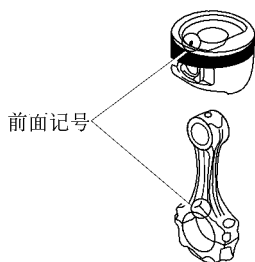

图 1-135 将另一个新弹簧卡环装入销孔另一侧
③ 将螺钉旋具的头部插入活塞销孔边缘上的缺口中，并向下推弹簧卡环将其装入。
3) 将活塞上的凹口与连杆上的记号对准，用大拇指推入活塞销，将另一个新弹簧卡环装入销孔另一侧，如图 1-135 所示。